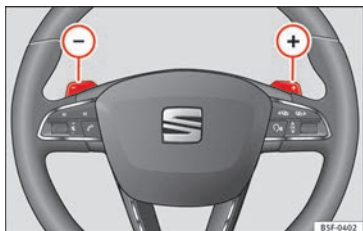

Abb. 193 Lenkrad: die Hebel für Automatikgetriebe.
- Um einen Gang hochzuschalten, tippen Sie die Schaltwippe **+** an » Abb. 193.